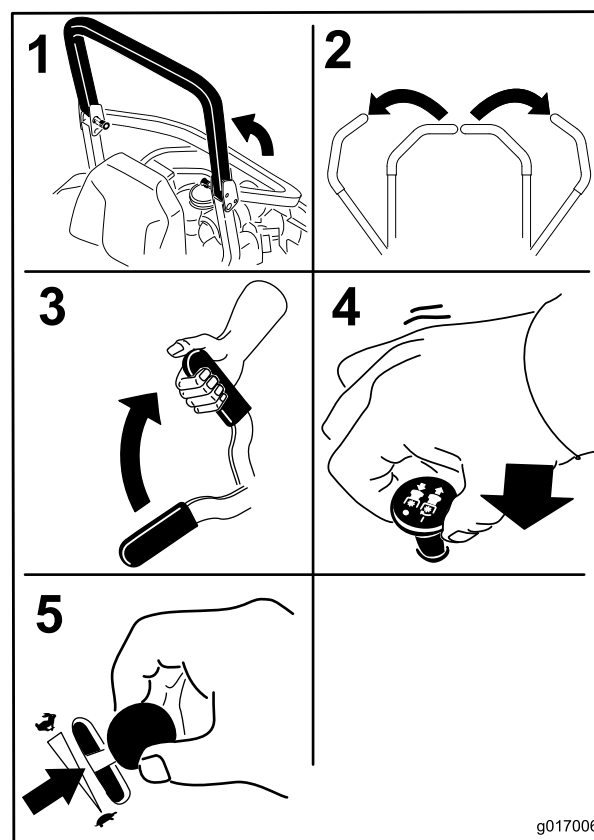

Figura 19
4. Mueva el mando de control de las cuchillas (TDF) a la posición de Desengranado (Figura 19).